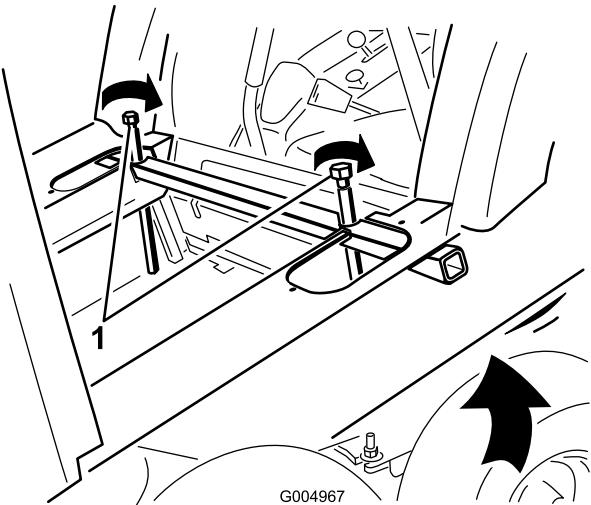

Figura 82
34. Sollevate la parte posteriore della cabina a sufficienza per lasciare libero il retro del sedile serrando lentamente e in modo omogeneo i bulloni di sollevamento (Figura 82) su ciascun lato del tubo del cavalletto della cabina, un po' per volta.